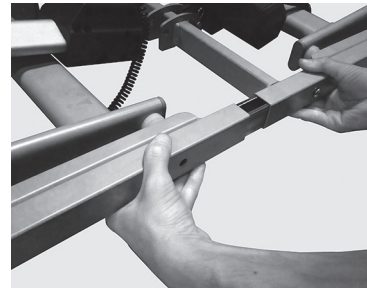

Abb. 2
3. Die beiden Hälften des Untergestells ineinander stecken aber nicht komplett zusammenschieben (Abb. 2)